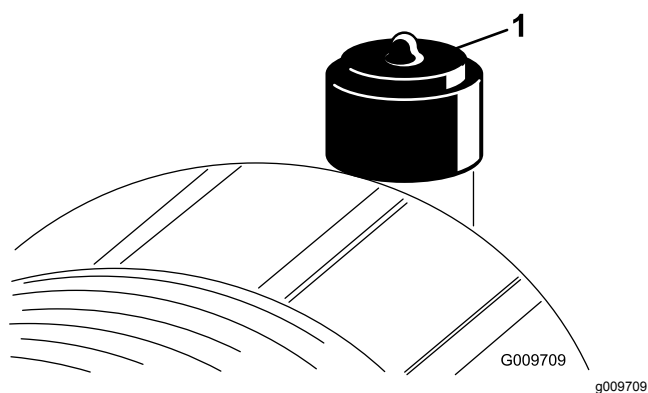

Bild 69
Warten Sie den Luftfilter nur, wenn dies von der Kundendienstanzeige angegeben wird (Bild 69). Das frühzeitige Auswechseln des Luftfilters erhöht nur die Gefahr, dass Schmutz in den Motor gelangt, wenn Sie den Filter entfernen.
2. Stellen Sie die Anzeige (Bild 69) zurück, wenn sie auf Rot steht.